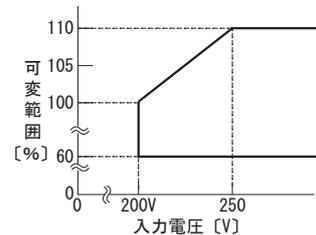

図 3.7 DBS700B 出力可変範囲
- DBS700Bの入力電圧範囲がDC200～250Vの場合、出力電圧可変範囲は図 3.7 のようになります。